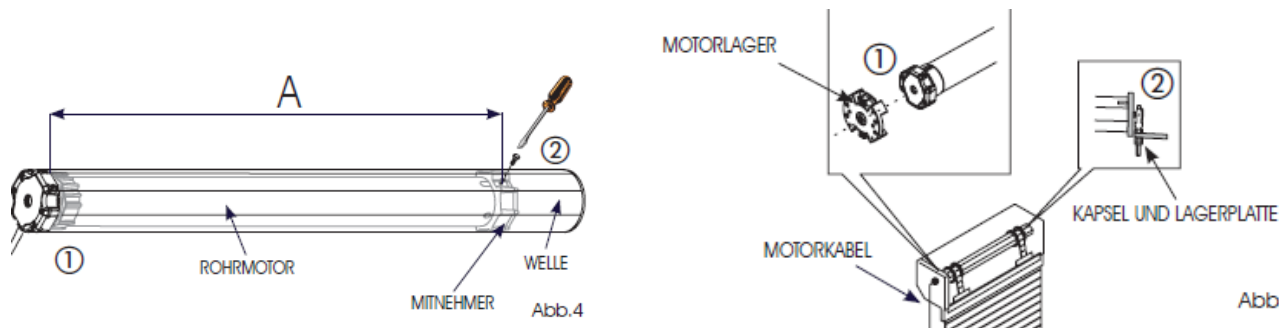

Abb.5
4. Den Motorkopf mit leichtem Druck in das Motorlager einführen (Abb.5, Bez.1).